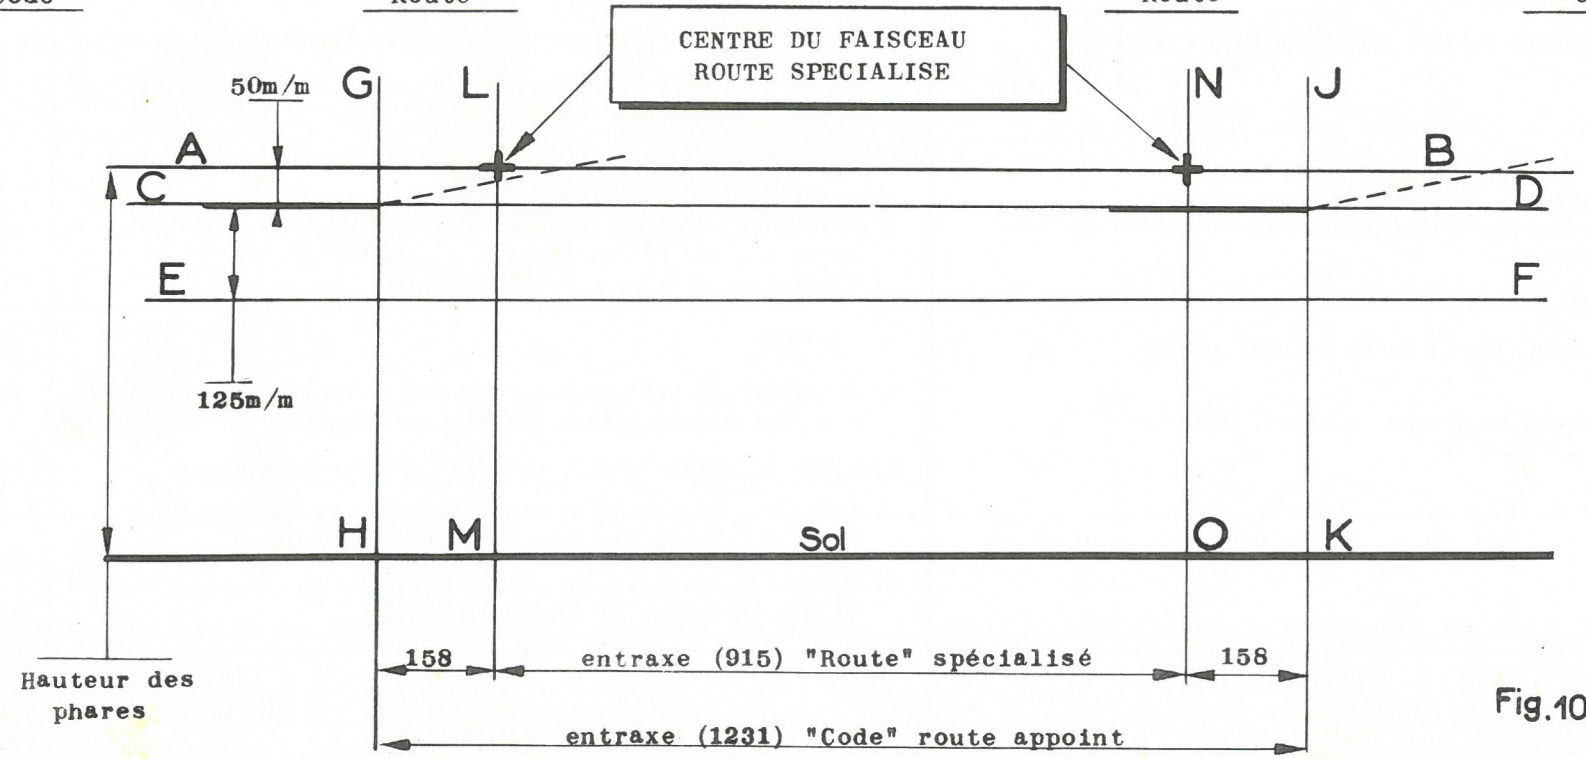

Fig.10
- REGLAGE des PROJECTEURS sur un MUR - Fig. 10 -
- 6) Tracer dans l'axe des deux projecteurs "code" deux verticales G-H et J-K à 158 mm. de chaque côté des verticales "route" (entr'axe 1231 mm. - Fig. 10).